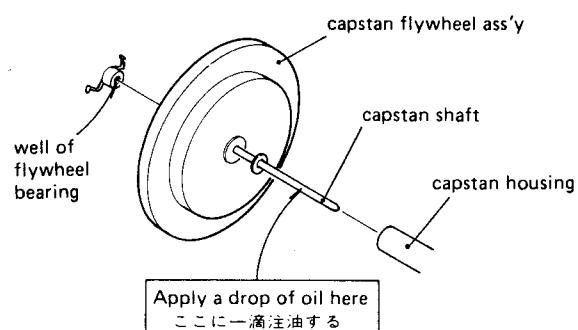

Fig. 4-11
- Connect a wow and flutter meter to the deck as shown in Fig. 4-11.
- Fig.4-11のようワウ・フラッタ・メータをデッキに接続する。